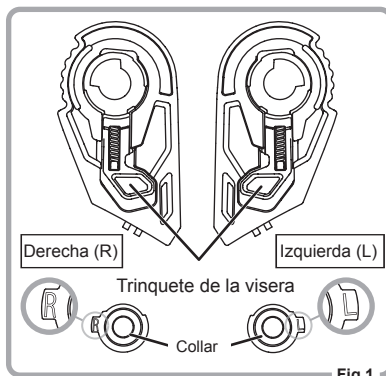

Fig.1
2. Gire el tornillo del collar del trinquete en dirección contraria a las agujas del reloj con una llave hexagonal M4 (4mm) y retire el tornillo del collar y el collar. (Fig. 1)
1. Compruebe el lado del trinquete de la visera (Fig. 1).